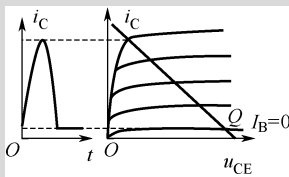

图 5-9 乙类
(2) 乙类: 静态工作点在放大区和截止区的交界处, 如图 5-9 所示。此时若输入正弦波信号, 那么电路的输出只有正半周。乙类工作状态失真大, 静态电流为零, 管耗小, 效率高。